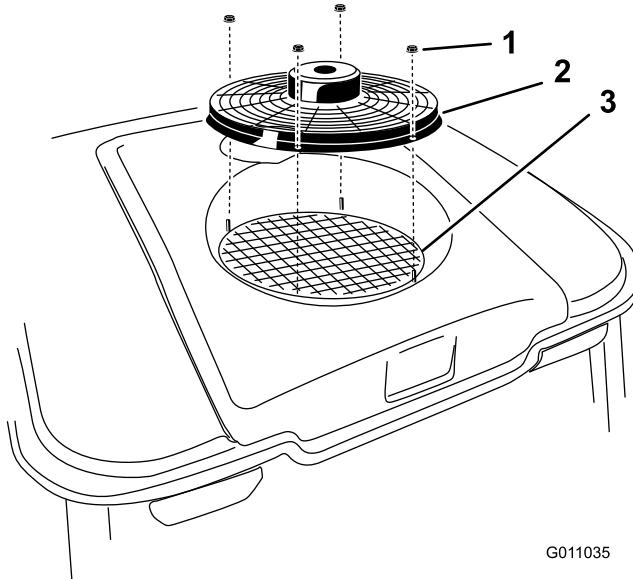

Bild 100
2. Nehmen Sie die vier Muttern ab, mit denen der Lüfter am Kabinendach befestigt ist; entfernen Sie den Lüfter (Bild 100).
3. Reinigen Sie die Klimaanlagenschlange Gitter gründlich mit Druckluft (Bild 100).